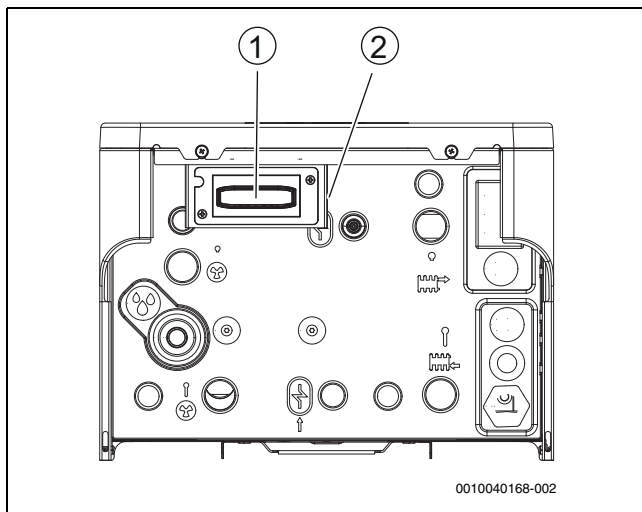

Bild 12 Connect-Key Platzierung
1. Hebel ausklappen (→[2], Abb. 12).
2. Modul in den Halter einsetzen (→[1], Abbildung 12).